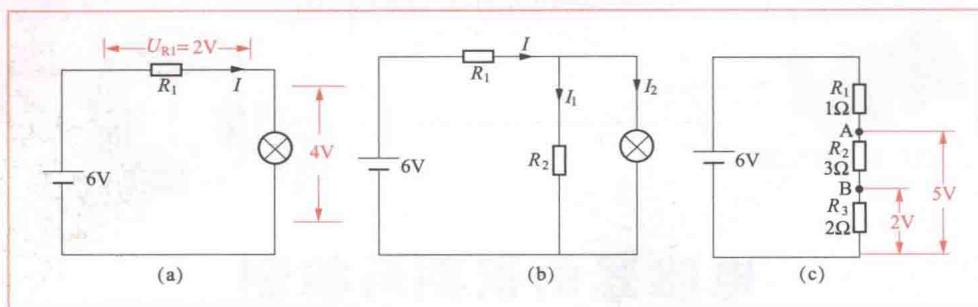

图 1-2 固定电阻器的功能说明图
固定电阻器的主要功能有降压、限流、分流和分压。固定电阻器的功能说明如图 1-2 所示。
(1) 降压限流。在图 1-2 (a) 中, 电阻器 R_1 与灯泡串联, 如果用导线直接代替 R_1 , 加到灯泡两端的电压有 6V, 流过灯泡的电流很大, 灯泡将会很亮, 串联电阻 R_1 后, 由于 R_1 上有 2V 电压, 灯泡两端的电压就被降低到 4V, 同时由于 R_1 对电流有阻碍作用, 流过灯泡的电流也就减小。电阻器 R_1 在这里就起着降压、限流功能。
(2) 分流。在图 1-2 (b) 中, 电阻器 R_2 与灯泡并联在一起, 流过 R_1 的电流 I 除了一部分流过灯泡外, 还有一路经 R_2 流回到电源, 这样流过灯泡的电流减小, 灯泡变暗。 R_2 的这种功能称为分流。
(3) 分压。在图 1-2 (c) 中, 电阻器 R_1 、 R_2 和 R_3 串联在一起, 从电源正极出发, 每经过一个电阻器, 电压会降低一次, 电压降低多少取决于电阻器阻值的大小, 阻值越大, 电压降低越多, 图中的 R_1 、 R_2 和 R_3 将 6V 电压分成 5V 和 2V 的电压。